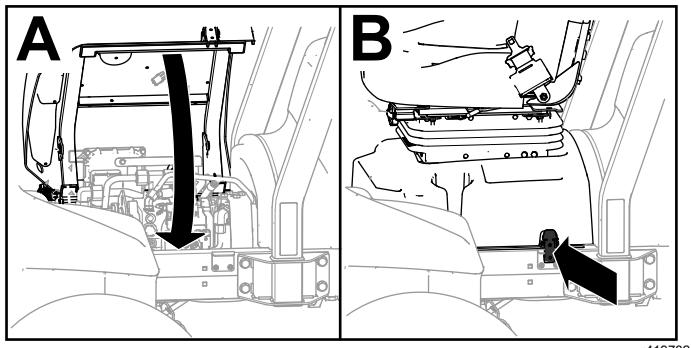

Рисунок 136
- Верните сиденье и его основание в закрытое положение и зафиксируйте основание защелкой (Рисунок 136).